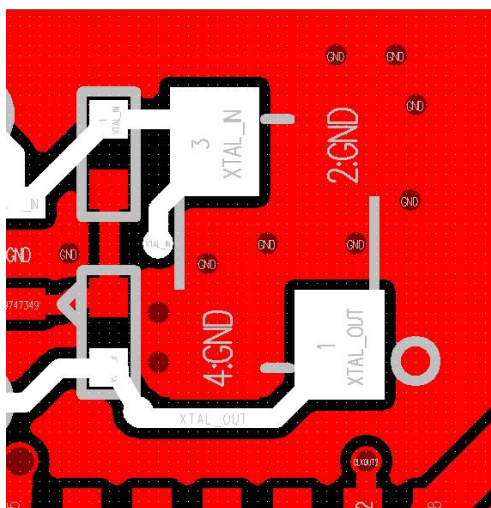

图16-11
- 晶体下方保持完整的地，不要有其他信号走线，晶体引脚要有足够的地过孔，如图16-11；